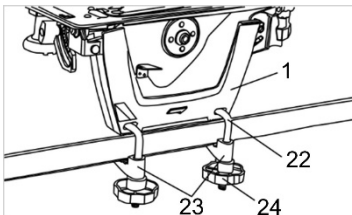

Рисунок 4
3.6.3 Покладіть виріб на верстак опорною платформою догори, вставте ніжки притискних гвинтів струбцин (22, рисунок 4) в отвори, які розташовані у верхньому захисному кожусі (1, рисунки 1 та 4). Розташуйте притискні майданчики (23, рисунок 4) паралельно ніжкам струбцин та закрутіть притискні рукоятки (24, рисунок 4) до ступеня надійної фіксації виробу на верстакі.